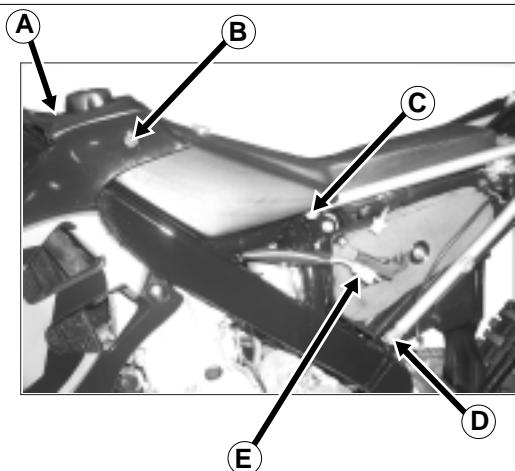

Fig. 37
- Togliere la vite di fissaggio serbatoio-telaio A e serbatoio-fianchetti laterali anteriori B (Fig.37).
- Sconnettere il cablaggio elettrico E (Fig.37).
- Remove the tank-frame fixing screw A and the tank-front side panel screw B (Fig. 37).
- Disconnect wiring E (Fig. 37).
- Die Befestigungsschraube Tank-Rahmen A und Tank-Seitenteile vorn B abschrauben (Abb. 37).
- Die Elektroverkabelung E abtrennen (Abb. 37).
- Oter la vis de fixation réservoir-châssis A et réservoir-flancs latéraux avant B (Fig.37).
- Débrancher le câblage électrique E (Fig.37).